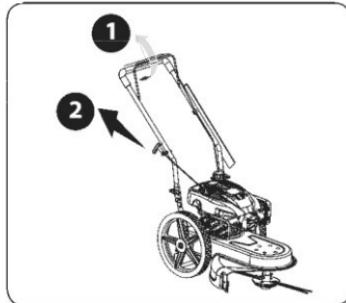

Рисунок 5-2
1. Нажмите на насос подкачки один или два раза, а затем нажмите на рычаг управления. См. Рисунок 5-2① и потяните за шнур стартера, чтобы запустить двигатель. См. рисунок 5-2②